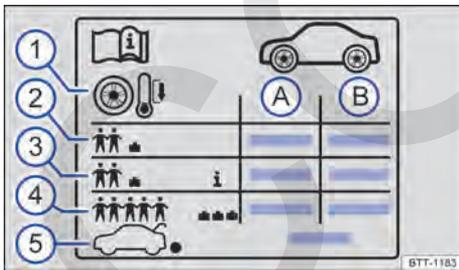

Fig. 242 Símbolos en el adhesivo de la presión de los neumáticos.
Datos que figuran en el adhesivo **fig. 242**:
En función del vehículo, el adhesivo de la presión de los neumáticos puede incluir una presión de confort → **fig. 242** ③. La presión de confort permite aumentar el confort de marcha. Cuando se circula con esta presión, puede que se incremente el consumo de combustible. ▶